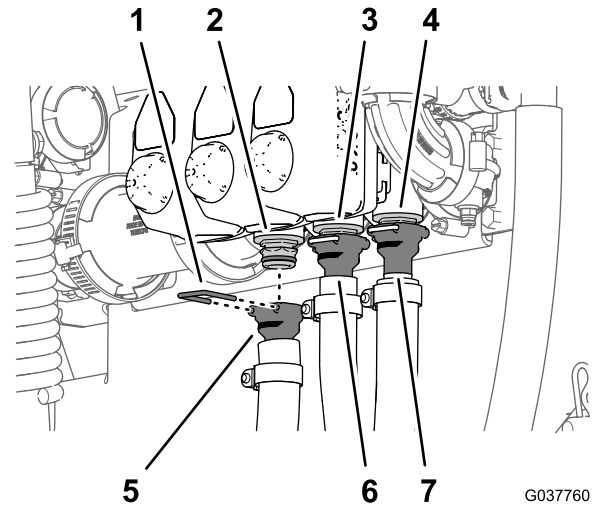

図 84
2. 左ブーム用給液ホースのバーブ付きストレートフィッティングを、左ブーム用バルブのクイックコネクタフィッティングに取り付ける 図 84。
3. バーブ付きストレートフィッティングを、クイックコネクタフィッティングに取り付けるホースに付属しているリテーナを使用する 図 84。